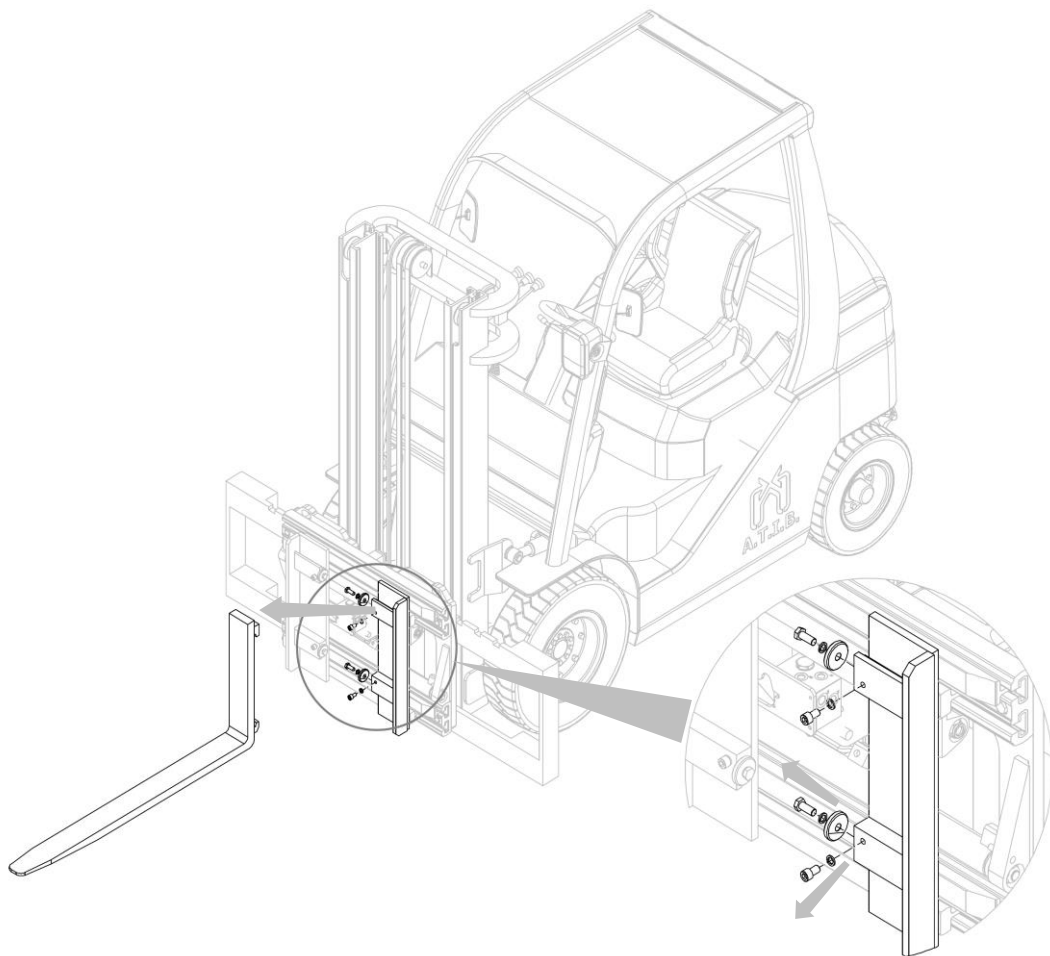

Figura 20
2. Rimuovere le forche dopo aver svitato i relativi fermi forca (vedi *Figura 20*).